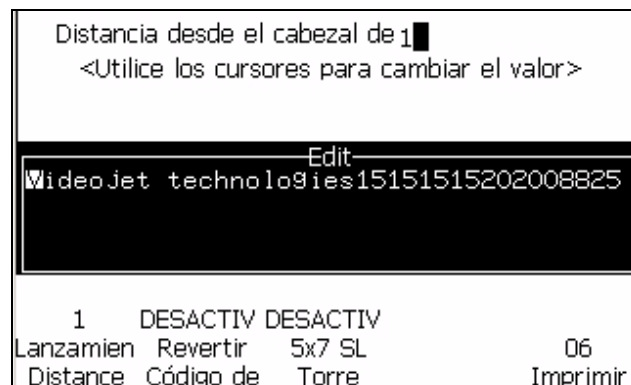

Figura 4-10: Lanzamiento Distance_06 Imprimir
- 2 Pulse la tecla F1. Aparecerá el mensaje que se muestra en la Figura 4-10.